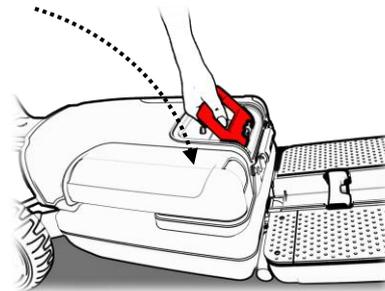

Figure 40
4. Poussez le dos de la chaise en avant jusqu'au déclic (voir la figure 40).